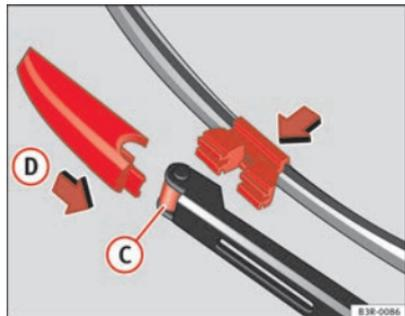

Fig. 182 Colocar la escobilla
- Coloque la escobilla nueva en el alojamiento del brazo del limpiaparabrisas ⇒ fig. 182 **C**.